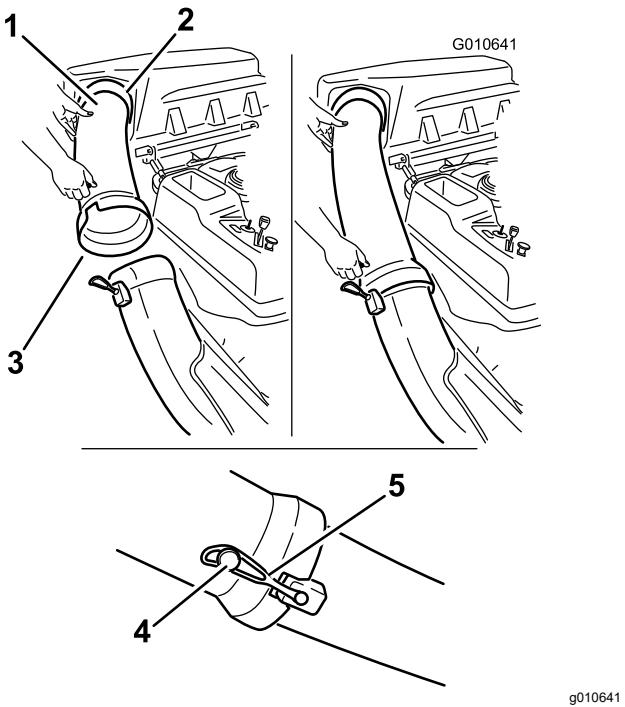

Figura 24
1. Inserite l'estremità curva del tubo di scarico nell'apertura prevista nel coperchio del sistema di raccolta (Figura 24).
2. Fate passare l'estremità svasata del tubo di scarico sopra l'estremità del camino di scarico. Portate il cinghiale di gomma del camino sopra il grano del tubo di scarico per ancorarlo con sicurezza (Figura 24).